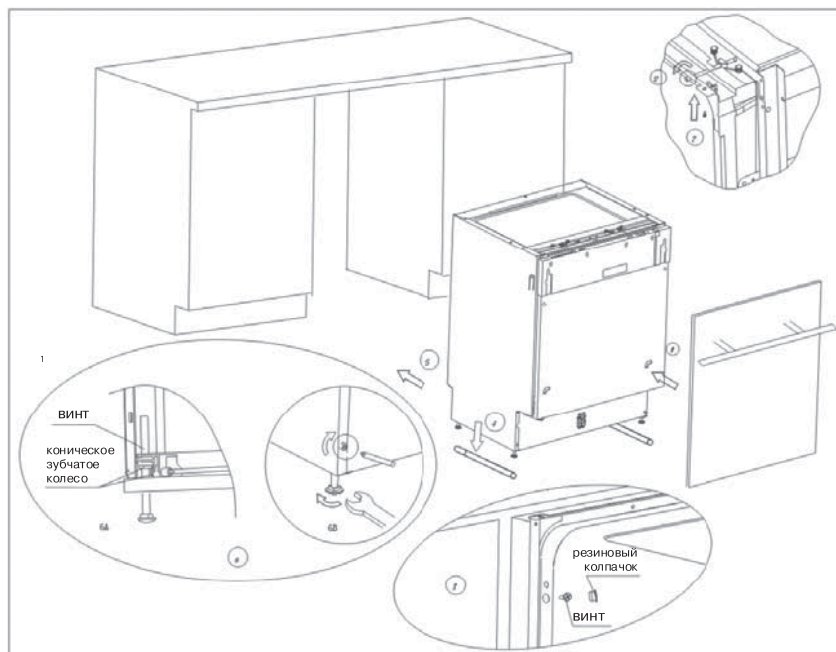

Рис. 7. Последовательность установки посудомоечной машины.
1. Используя скобы, прикрепите декоративную дверцу от вашей мебели к дверце машины (см. п. 1 на рис. 7).
стрелки для того, чтобы ослабить пружины дверцы. Невыполнение данной операции может привести к повреждению посудомоечной машины (см. п. 2 на рис. 7).
6. Поместите посудомоечную машину на направляющие (см. п.4 на рис. 7).
9. Выровняйте машину. Задние ножки можно регулировать винтами, расположенными спереди (см. п. 6а на рис. 7). С помощью ключа отрегулируйте передние ножки (см.п. 6в на рис. 7).
- А. Если у Вас столешница из дерева или ДСП, прикрутите машину к ней шурупами по дереву, будьте осторожны, вес машины может вырвать шурупы из дерева (см. п. 7 на рис. 7).
- В. Если у Вас мраморная или гранитная столешница используйте скобы, чтобы прикрепить машину к стенам соседней мебели, при этом необходимо закрыть винты резиновыми шляпками, чтобы не повредить столешницу (см. п. 8 на рис. 7).